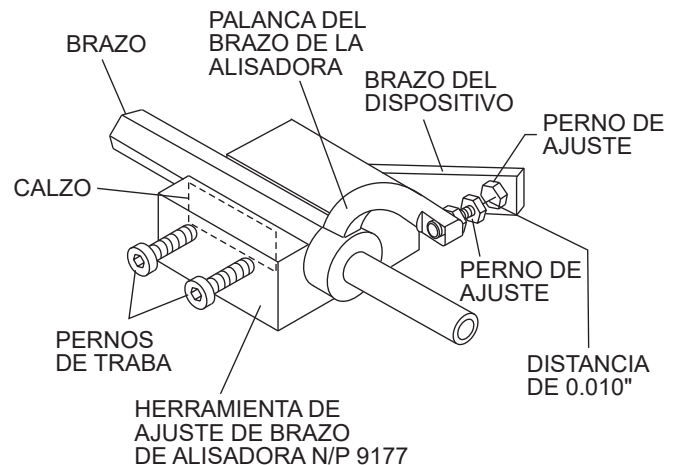

Figura 52. Componentes de la herramienta de ajuste del brazo de la alisadora
3. Desenrosque los pernos de traba en la herramienta de ajuste y coloque el brazo de la alisadora en la acanaladura del dispositivo según se muestra en la Figura 52. Tal vez sea necesario un calzo delgado para cubrir los agujeros de las hojas en el brazo de la alisadora. Asegúrese de alinear el perno de ajuste de la alisadora con el perno de ajuste del dispositivo.